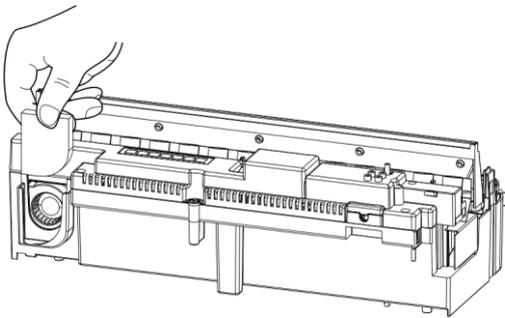

Fig.11
2. Deslice con cuidado el filtro de aire hacia arriba, extrayéndolo de su soporte de plástico (Fig. 11).